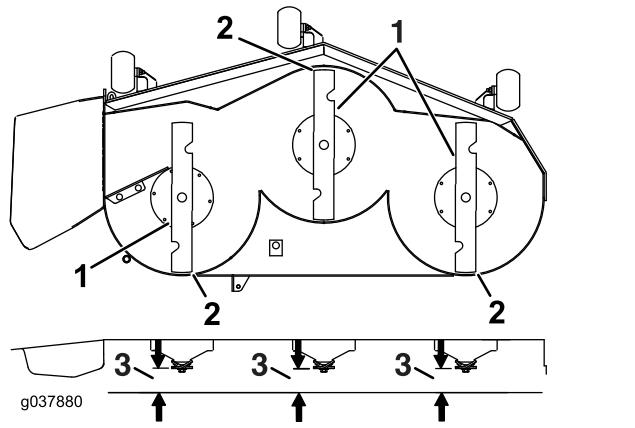

**Figure 104**
6. Mesurez la distance entre la pointe des lames et le sol plat (Figure 104). Si les deux mesures diffèrent de plus de 5 mm (3/16 po), ajustez l'horizontalité des lames; poursuivez cette procédure.
14. Tournez prudemment les lames pour qu'elles soient parallèles dans le sens transversal (Figure 104).